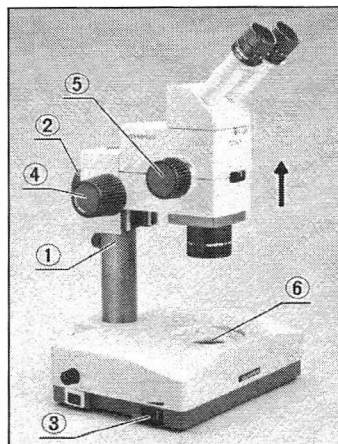

Abb. 11
- 1) Darauf achten, daß der Anschlagring ① festgeschraubt ist. Dann die Feststellschraube ② des Mikroskopkörpers lösen. (Abb. 11)
- 2) Den Helligkeitsregler ③ auf die niedrigste Einstellung drehen und die Beleuchtung einschalten.
- 3) Den Mikroskopkörper mit Hilfe des Fokustriebs ④ bis zum Anschlag nach oben drehen.
- 4) Die Zoomeinstellung ⑤ auf geringste Vergrößerung (7,5X) stellen und durch die Okulare das Bild der Austrittspupille ⑥ beobachten.